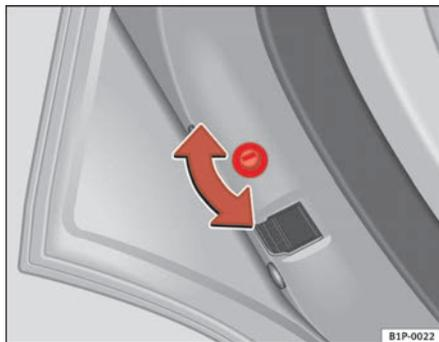
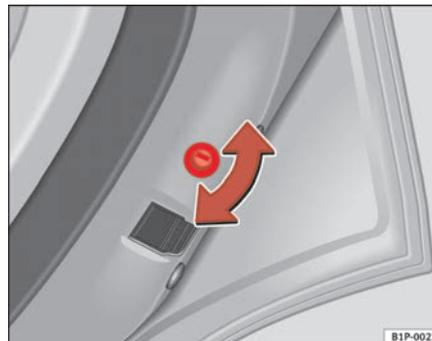

Fig. 61 Tranca de segurança para crianças na porta da esquerda
Fig. 62 Tranca de segurança para crianças na porta da direita
- Com a porta aberta, rode a ranhura com a chave do veículo no sentido dos ponteiros do relógio nas portas esquerdas e no sentido contrário ao dos ponteiros do relógio nas portas direitas ⇒ fig. 61, ⇒ fig. 62.
- Com a porta aberta, rode a ranhura com a chave do veículo no sentido dos ponteiros do relógio nas portas direitas e no sentido contrário ao dos ponteiros do relógio nas portas esquerdas ⇒ página 100, fig. 61, ⇒ página 100, fig. 62.